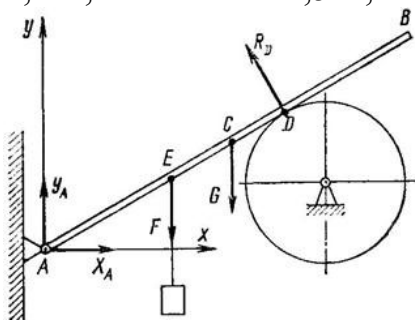

Рисунок 11
2. Однородный брус АВ (рис. 11) весом $G = 250$ Н прикреплен к стене при помощи шарнира А и в точке D опирается на гладкий цилиндр. В точке Е к бруску подвешен груз $P = 800$ Н. Определить реакцию цилиндра и шарнира, если $AE = 1,2$ м; $AC = BC = 1,5$ м; $AD = 1,7$ м и $\angle B A x = \alpha = 40^\circ$.